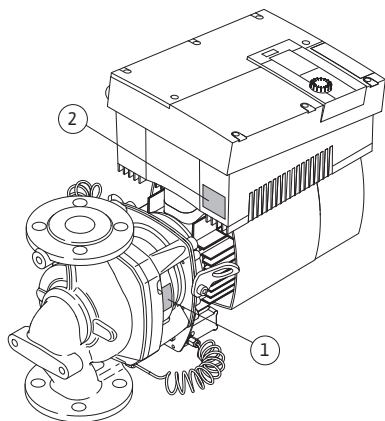

Fig. 11: Razporeditev napisnih ploščic:
- Napisna ploščica črpalke (Fig. 11, poz. 1) vsebuje serijsko številko (Ser.-No.../...), ki je potrebna npr. za naročilo nadomestnih delov.
- Na napisni ploščici elektronskega modula (elektronski modul = inverter oz. frekvenčni pretvornik) (Fig. 11, poz. 2) je navedena oznaka uporabljenega elektronskega modula.